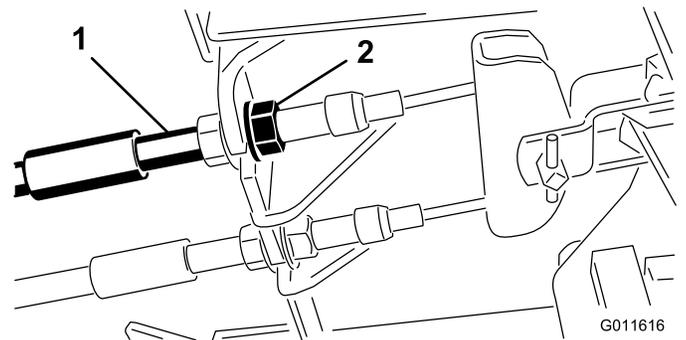

Рисунок 70
1. Чтобы уменьшить свободный ход тормозных педалей, затяните тормоза, ослабив переднюю гайку на резьбовом конце троса тормоза (Рисунок 70).